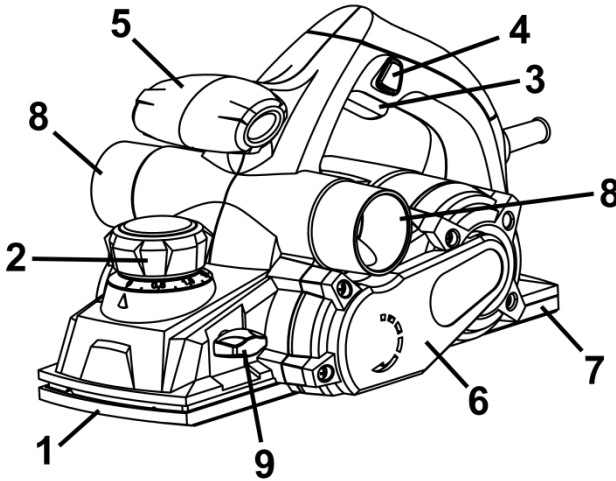

Рисунок 1
Для включення виробу спочатку натисніть кнопку блокування клавіші вимикача (4), а потім натисніть пускову клавішу (3, рисунок 1). Для відключення виробу клавішу (3) слід відпустити. Щоб обробка була найбільш ефективною, рекомендується закріплювати заготівлю під невеликим кутом, а стругання виробляти зверху вниз.